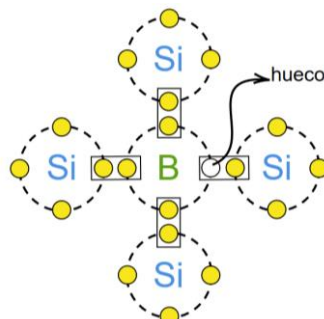

Fig. 5. Enlaces covalentes del Silicio dopado con una impureza aceptora.
De la misma manera, el Silicio puede doparse con elementos como boro (B), galio (Ga), indio (In) o aluminio (Al), que tienen tres electrones de valencia. Esto deja un hueco, ya que no completan los ocho electrones en su capa de valencia. A bajas temperaturas, un electrón vecino puede cubrir temporalmente el hueco, pero siempre queda uno disponible, llamado aceptor o impureza aceptora. Estos huecos se convierten en los portadores mayoritarios, ya que pocos electrones libres se generan por la ruptura de enlaces covalentes, como se muestra en la **Fig. 5**.